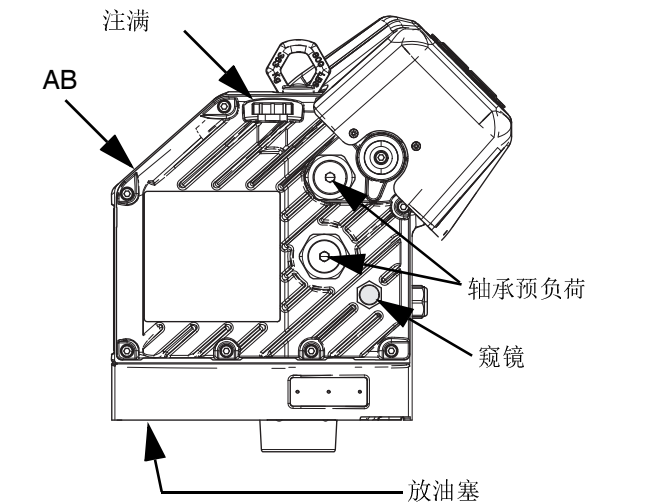

图 32：窥镜和注油盖
3. 拆下放油塞。有关放油塞的位置，请参见图 32。排放驱动器 (AB) 中的所有油。
参见下面的图 32。定期检查窥镜中的油位。当驱动器 (AB) 不运行时，油位应大约在窥镜一半高度处。油位较低时，打开注油盖，加入固瑞克产品编号为 16W645 的 ISO 220 无硅合成 EP 齿轮油。